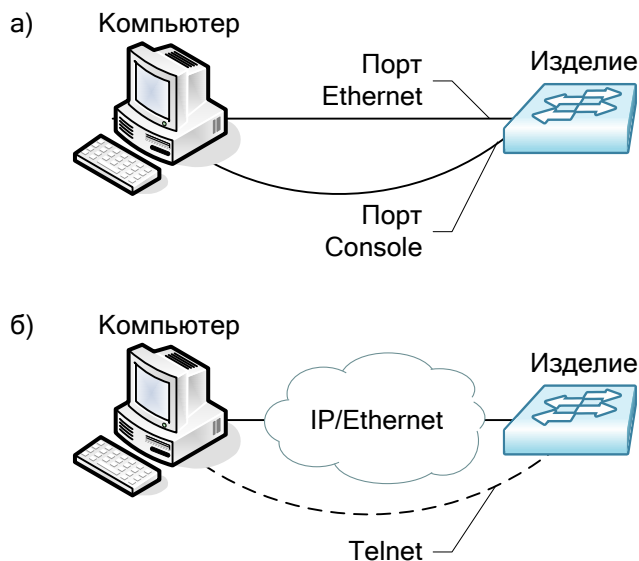

Рис. 4. Примеры подключения изделия для сохранения и загрузки конфигурации или обновления программного обеспечения
2. Подключите один из портов изделия к сети. Примеры подключения показаны на Рис. 4.
2. Подключите один из портов устройства к сети. Примеры подключения показаны на Рис. 4.